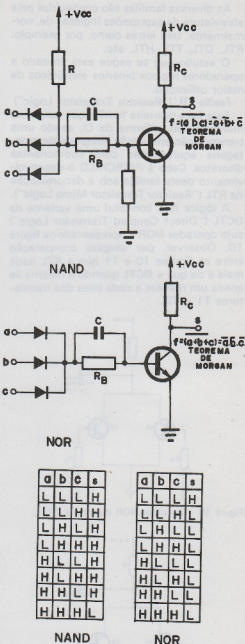

Figura 9 - O transistor usado como amplificador inversor da saída dos GATES AND e OR. A finalidade do capacitor E é a de diminuir o "DELAY".
A figura 9 mostra a forma de associar a lógica a diodos, mostrada anteriormente (figura 1), a um elemento ativo inversor. Para estudar o funcionamento e a tabela verdade destes circuitos basta raciocinar da seguinte maneira: quando a tensão na entrada da base do transistor é alta (H), existe uma grande corrente na referida base que satura o transistor, isto faz com que sua saída (em coletor) caia para zero ou próximo de zero (nível L); se a tensão de entrada for zero ou próxima (nível L), a corrente de base será praticamente nula, levando o transistor ao corte e, portanto, a tensão de coletor será, em primeira aproximação V_{CC} , isto é, alta (nível H).
Uma desvantagem desta família é a sua lentidão pois o resistor em série com a base (figuras 11 e 12) e a capacitância da junção base-emissor forma uma rede RC que aumenta os tempos de "turn-on" e "turn-off". Poderíamos pensar em acrescentar um capacitor em paralelo com o resistor de base conforme é mostrado na figura 9, porém, esta solução é inaplicável para os CI devido ao grande volume exigido pelo capacitor; tratando-se de componentes discretos a solução se justifica e teremos então, a família RCTL ("Resistor Capacitor Coupled Logic") que é outra forma da família RTL.